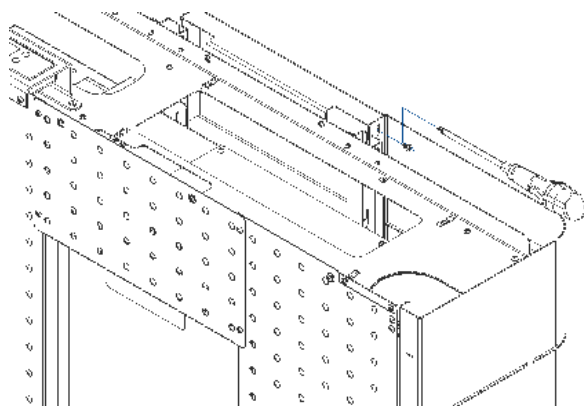

Figura 41 - Fijación de los carenados laterales
e) Atornille los laterales al frontal según se muestra en la Figura 41 (utilice 2 tornillos A)